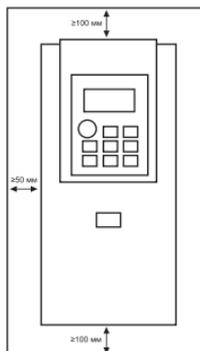

Рис. 3.1 – Требования к минимальным воздушным зазорам
- Для всех типоразмеров допустимое расстояние между ПЧ - 100 мм по вертикали, по горизонтали - 50 мм, (см. рис. 3.1).